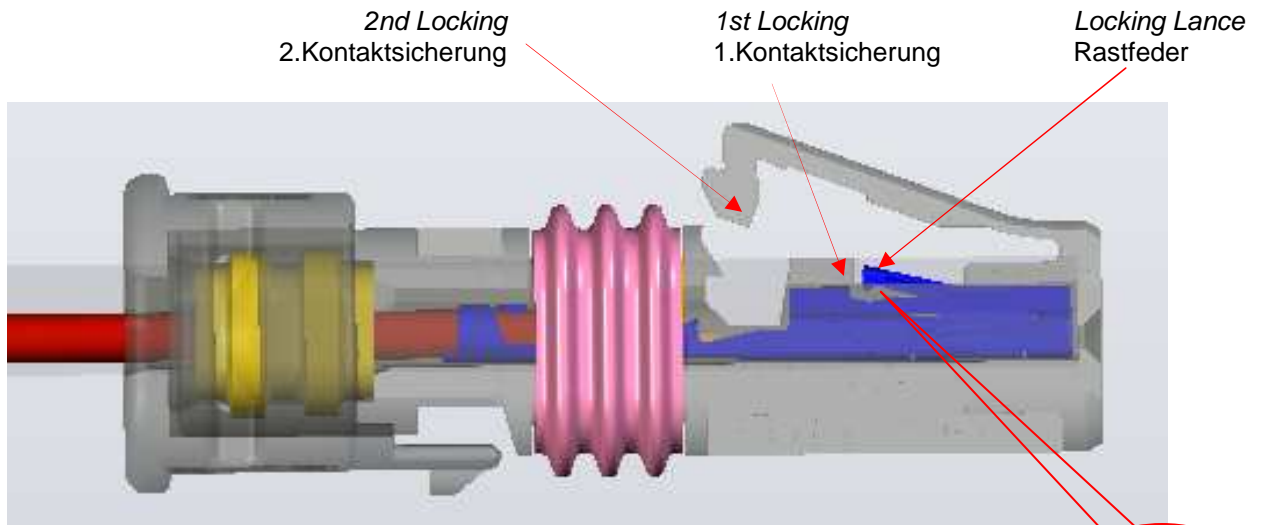

Fig.2
- *INSERT THE CONTACT IN THE CAVITY UNTIL THE LOCKING LANCE OF THE CONTACT SNAPS IN THE OPENING OF THE 1ST LOCKING AS SHOWN IN FIG.2.*
- Kontakt in die Kammer einschieben bis die Rastfeder im Fenster der 1.Kontaktsicherung verrastet wie in Fig.2 dargestellt.